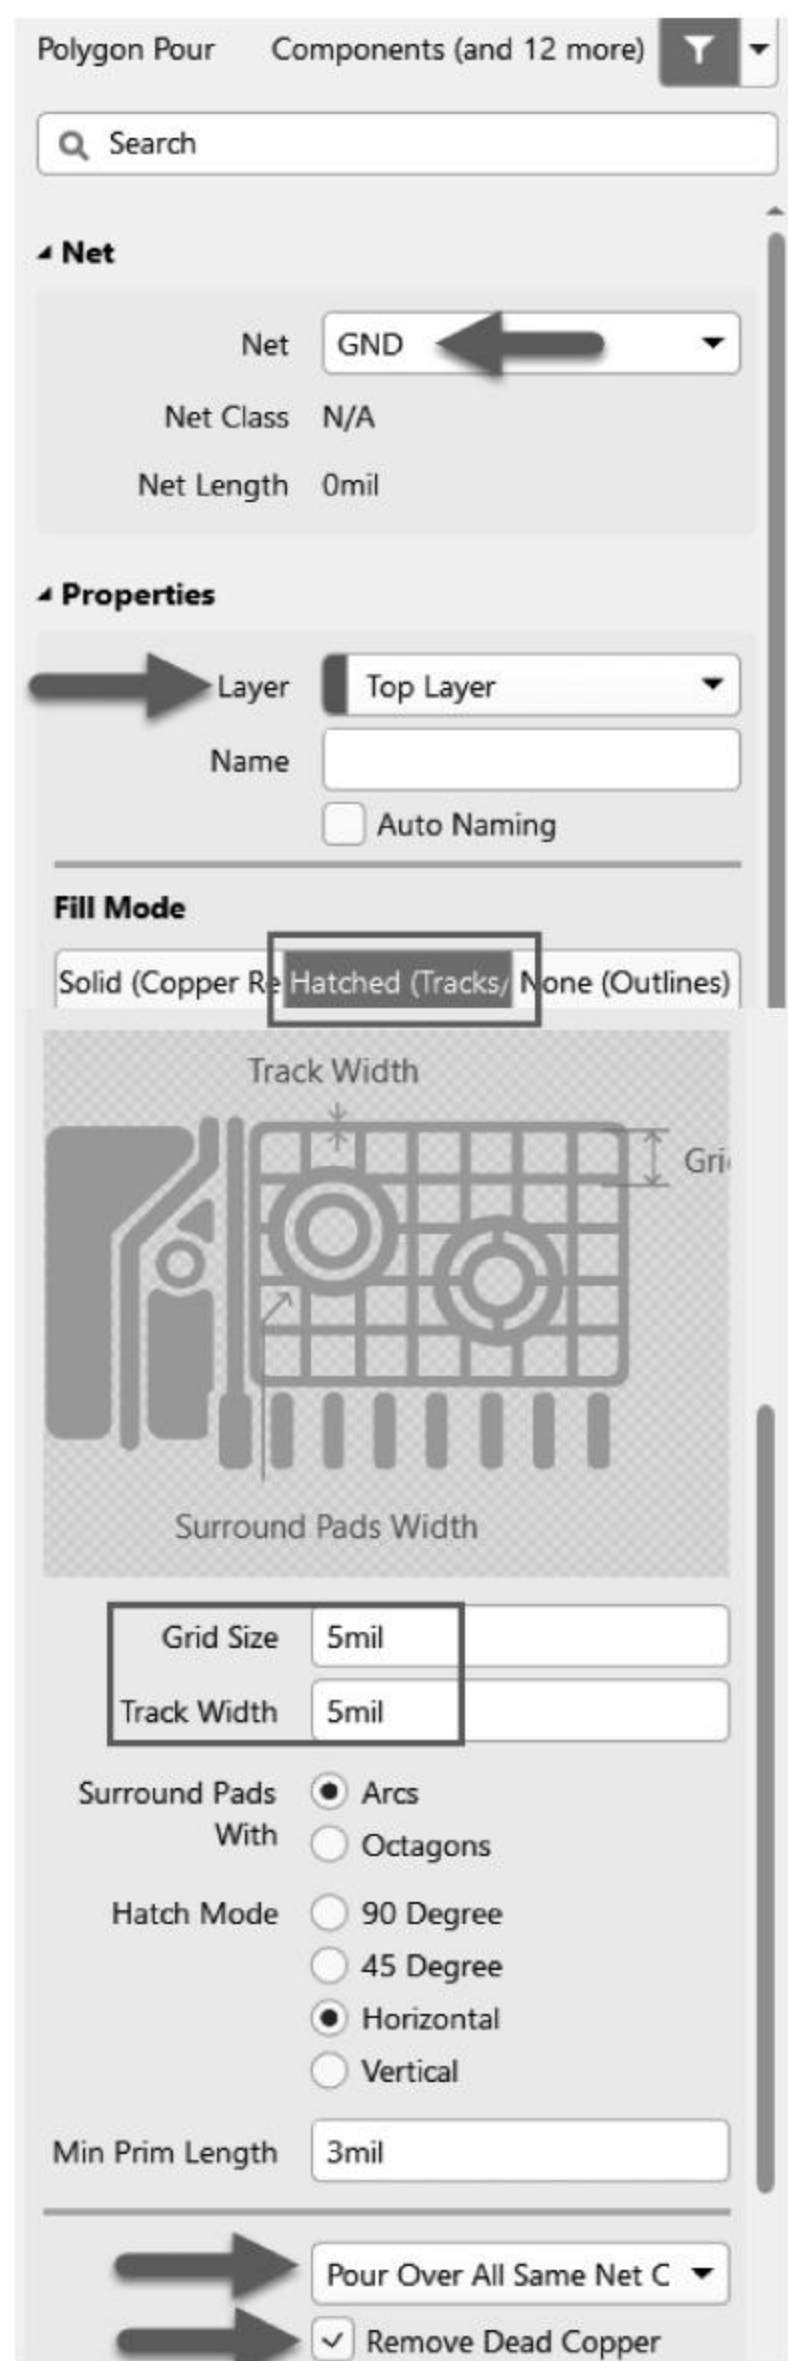

图 5-53 铺铜属性编辑面板
(1) 执行菜单栏中“放置”→“铺铜”命令,或者单击工具栏中的“放置多边形平面”按钮 , 打开铺铜属性编辑面板,在 Fill Mode 栏中选择 Hatched(Tracks/Ares)动态铺铜方式(铺铜方式可根据自身需求来选择),如图 5-53 所示。